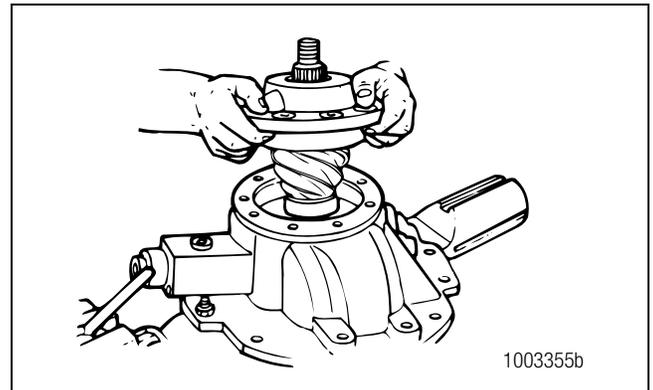

Figure 5.16
2. Installer le pignon d'attaque et le logement de roulements dans la tête de pont. Ne pas installer de cales sous le logement de roulements. Figure 5.16.